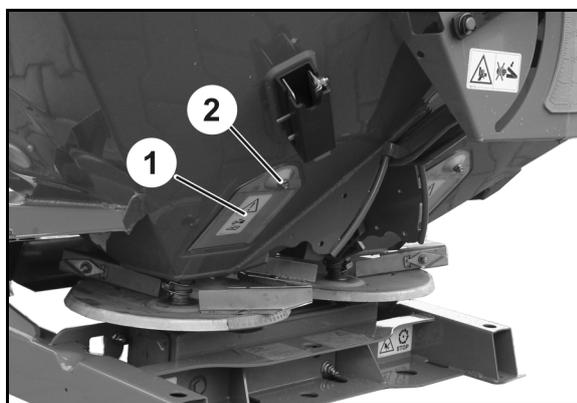

図 85
残留分を排出するために、**ZA-X** には2個の排出用キャップ (図 85/1) が備わっています。
2. ナット (図 85/2) を外します。